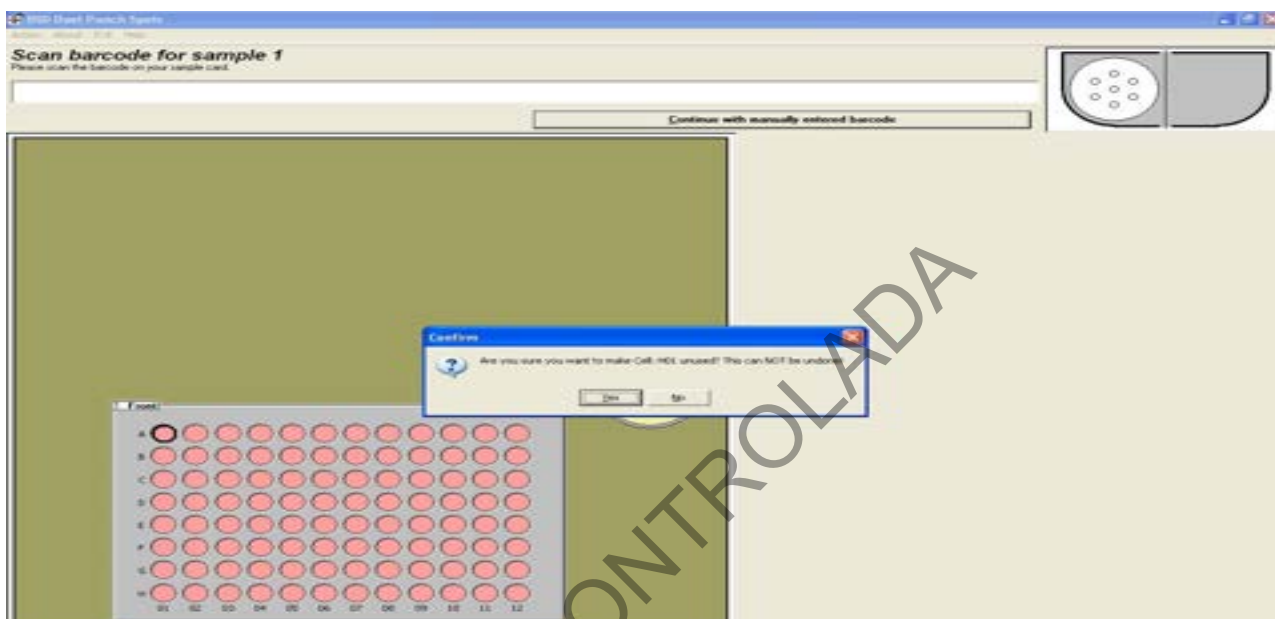

Figura 16. Inhabilitar recorte de muestra en pocillo
7.3.1 En la pantalla que se despliega, dar doble clic en los pocillos en los que desea inhabilitar el recorte de muestra (ver figura 16 y 17). El software en ese momento despliega una pantalla en la que pide confirmar la anulación del pozo seleccionado: "Are you sure you want to make Cell XX unused? This can NOT be undone!", hacer clic en "Yes".